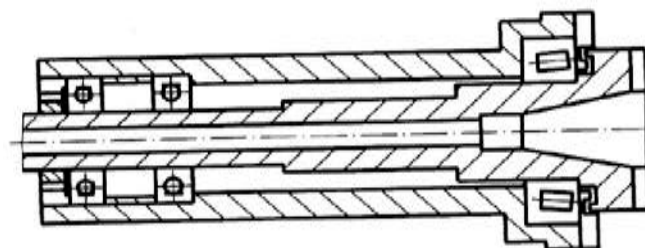

Рис.3
12. Регулировка зазоров подшипников шпинделя (Рис.3).